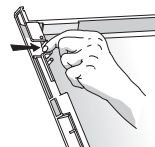

Fig. 3
1. Retirez la couverture du compartiment par le biais des deux butées latérales présentes sur la face inférieure (voir **Fig. 3**).